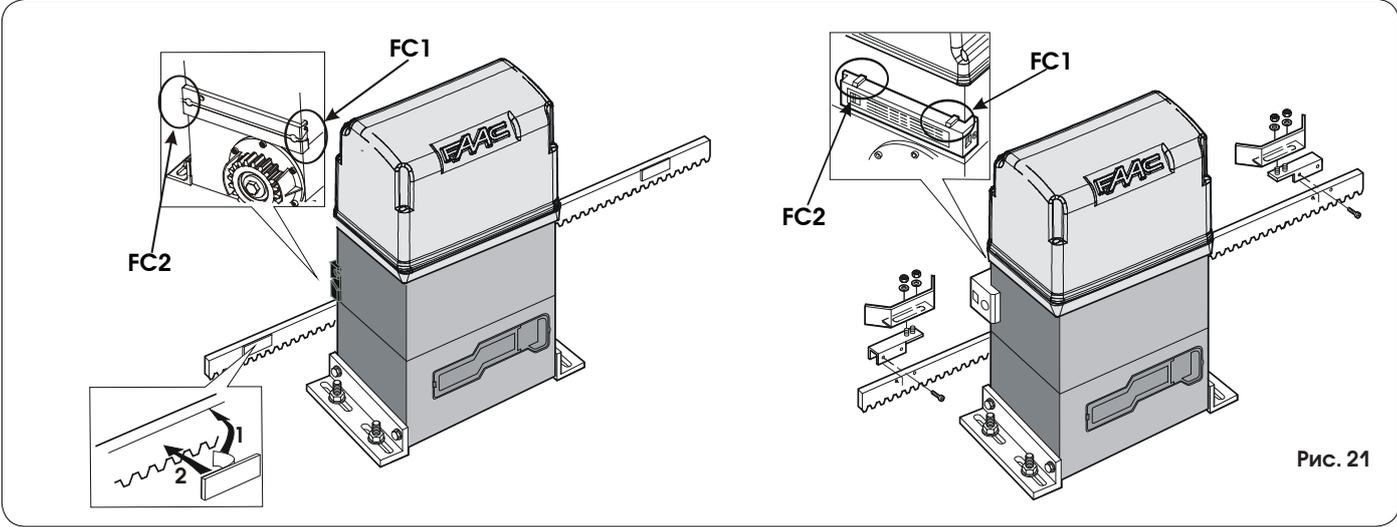

Рис. 21
- Расцепите привод и, сдвигая ворота вручную, проверьте эффективность концевых выключателей, проверяя состояние светодиодов входов (см. раздел 6.1). Если вы смотрите на ворота со стороны, где установлен привод, светодиод FC1 должен погаснуть, когда при движении слева направо достигается положение остановки, а FC2 должен погаснуть, когда при движении справа налево достигается положение остановки (также см. рис. 21).